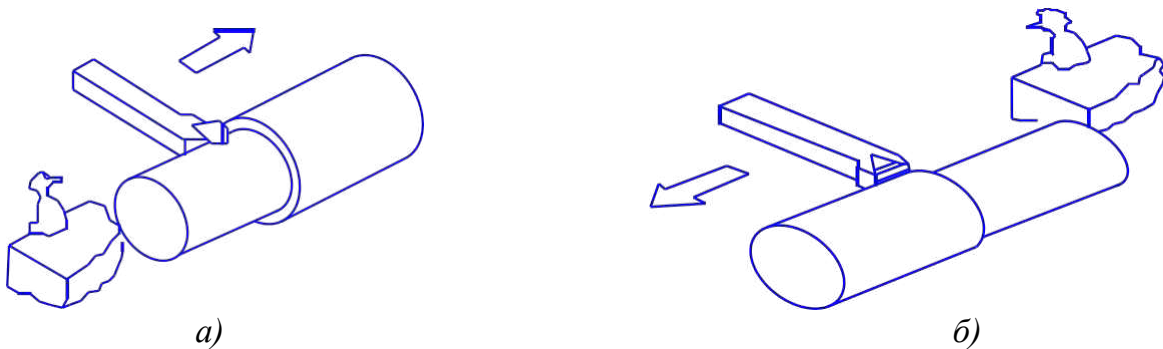

Рис. 15. Коррекция на радиус инструмента влево G41 (а) и вправо G42 (б)
*G41 – коррекция на радиус инструмента ВЛЕВО.* Когда инструмент находится слева от обрабатываемого контура (смотреть в направлении подачи), нужно запрограммировать G41 (рис. 15, а).
Когда инструмент находится справа от обрабатываемого контура (рис. 15, б) (смотреть в направлении подачи), нужно программировать G42.